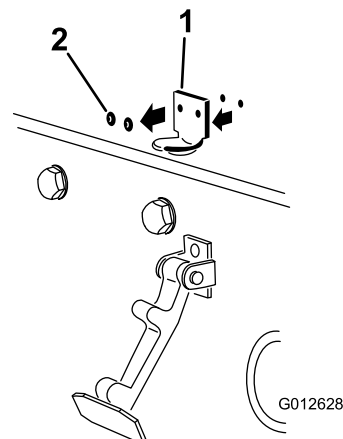

Figure 3
2. Retirez les (2) rivets qui fixent le support du verrou au capot (Figure 3). Enlevez le support du verrou du capot.